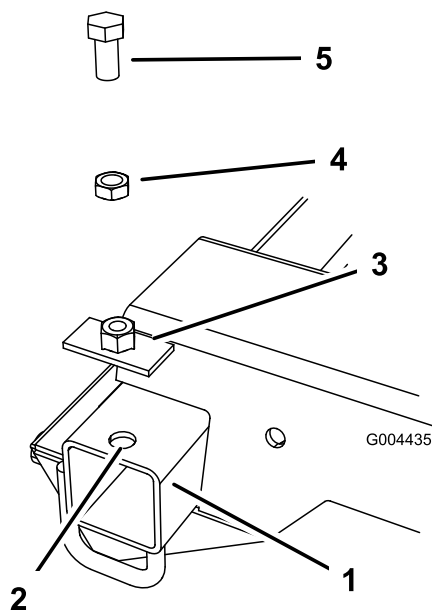

Figure 3
1. Alignez une plaque soudée sur l'extrémité du cadre (Figure 3), et marquez le trou central de la plaque à l'aide d'un poinçon de transfert.
2. Déposez la plaque du cadre et percez un trou pilote au sommet du tube de cadre en caisson à l'emplacement repéré par le poinçon (Figure 3). Élargissez le diamètre du trou entre 1/2 et 5/8 pouce.